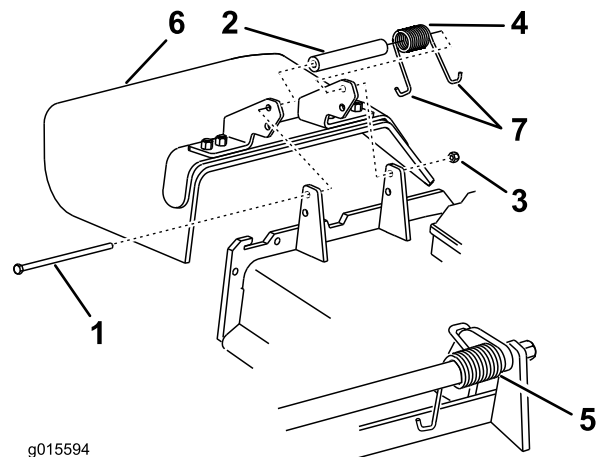

Figura 106
Nota: Asegúrese de colocar un extremo con gancho en J del muelle detrás del reborde de la carcasa antes de instalar el perno, según se muestra en Figura 106.
6. Coloque 1 extremo en J del muelle alrededor del deflector de hierba (Figura 106).
1. Retire la contratuerca, el perno, el muelle y el espaciador que sujetan el deflector a los soportes de pivote (Figura 106).
2. Retire el deflector de hierba dañado o desgastado (Figura 106).